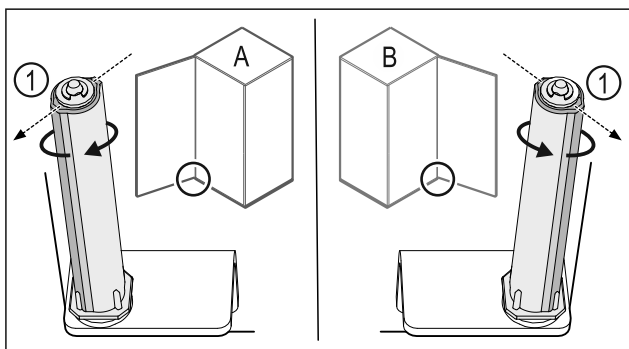

Fig. 36 Okretanje nalijevo (A) / okretanje nadesno (B)
- ▶ Okrećite sustav zatvaranja do kraja dok lamela sustava zatvaranja Fig. 36 (1) ne bude usmjerena prema van.